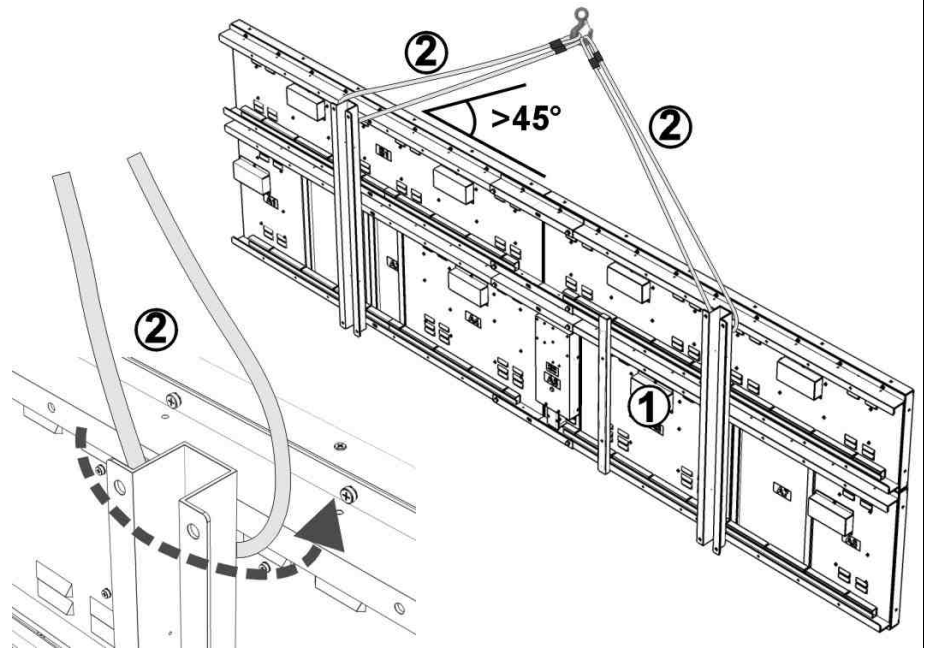

Fig. 13: Levage du tableau
Pour lever le tableau faites passer les câbles de levage sous le point d'assemblage entre le profil horizontal supérieur et les profils verticaux (Fig. 13). Il est recommandé:
- d'accrocher les câbles avec un angle de plus de 45° (voir Fig. 13) afin de limiter les forces exercées sur les profils du tableau;